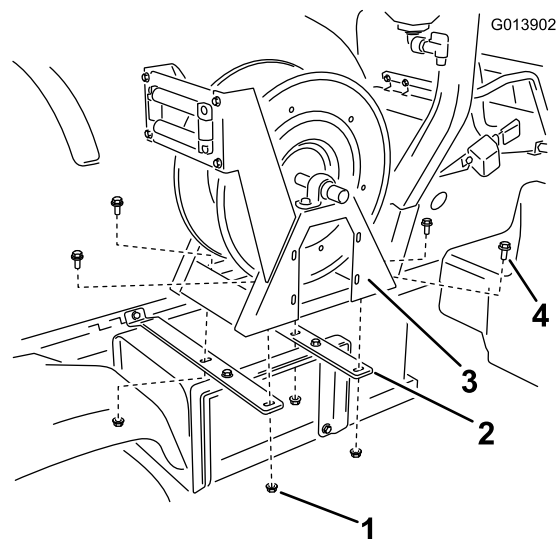

Figura 10
5. Installate il gruppo dell'avvolgitubo sulle fascette per avvolgitubo (Figura 10) utilizzando 4 bulloni a testa flangiata (3/8 x 1 pollice) e 4 dadi flangiati (3/8 pollice).